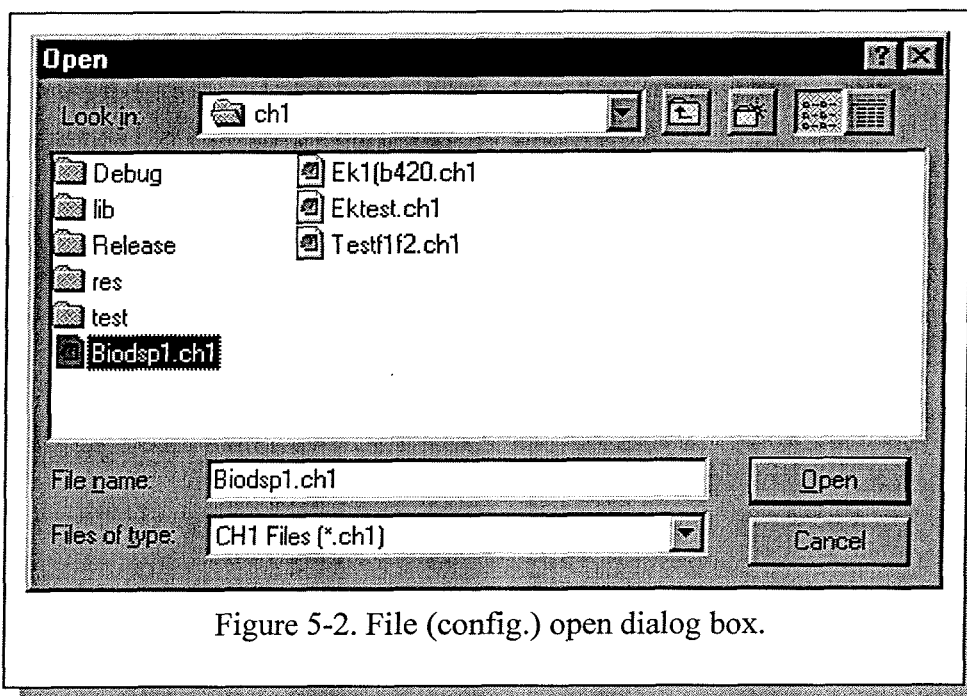

Figure 5-2. File (config.) open dialog box.
5.2 File (config.) / Open (Figure 5-2.)